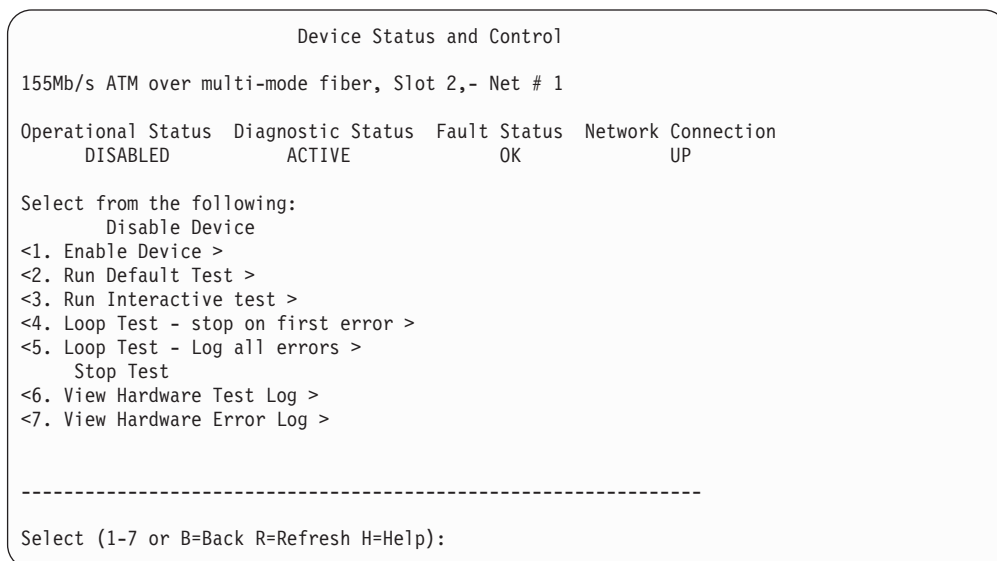

图 43. 设备状态及控制面板 (设备禁用)
4. 若您选择 ATM 接口 (设备列表 面板上的 <2. ATM MMF>), 则出现 ATM 适配器的 设备状态及控制 面板 (图43)。